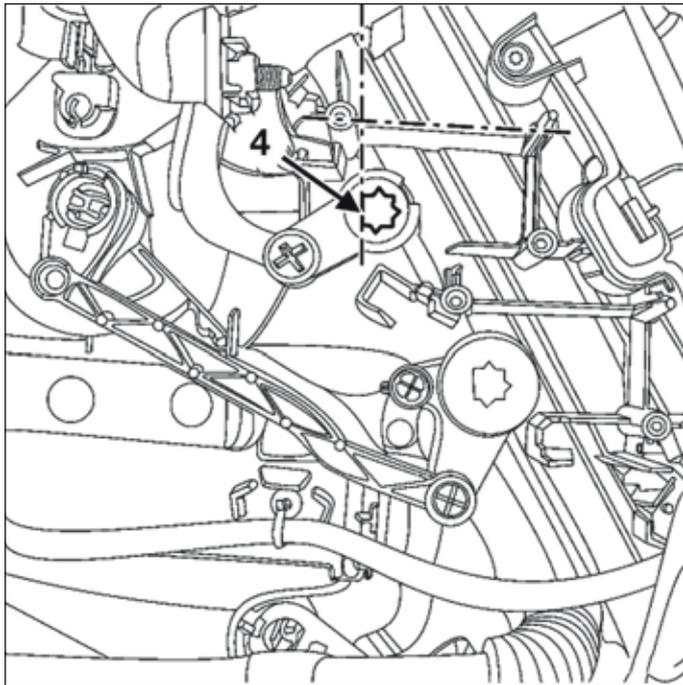

FIG.55
- Agir sur la biellette de renvoi de façon à positionner le méplat (4) de l'empreinte du moteur de distribution à 90° par rapport à l'axe de référence du bloc de chauffage-climatisation (Fig.55).